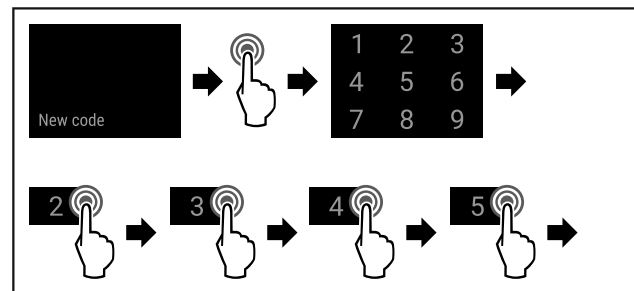

Fig. 82
- ▶ Handlungsschritte (siehe Fig. 82) durchführen.